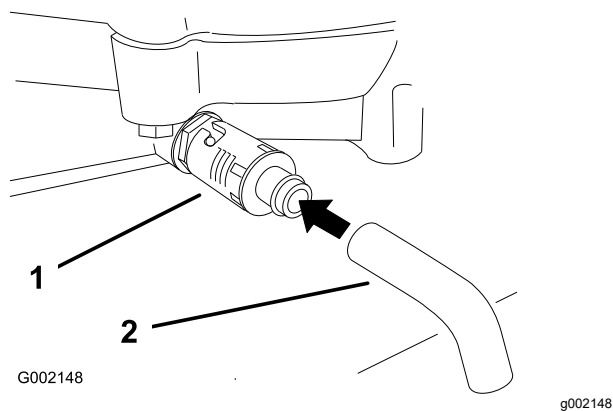

図 31
4. ドレンの下に廃油受けを置く。ドレンバルブを回して開き、オイルを排出する **図 31**。